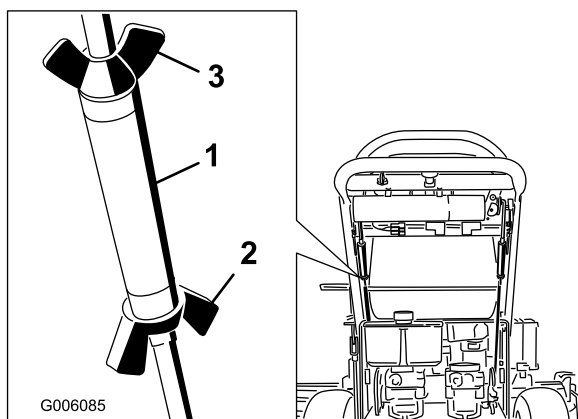

Figura 36
3. Afloje las tuercas de mariposa de la varilla de control derecha, y gire el tensor en un sentido u otro para centrar la palanca de control derecha en la posición de bloqueo/punto muerto. Bloquee el tensor apretando las tuercas de mariposa (Figura 36).
4. Afloje las tuercas de mariposa de la varilla de control izquierda y gire el tensor en un sentido u otro para modificar el avance de la máquina. Bloquee el tensor apretando las tuercas de mariposa (Figura 36).